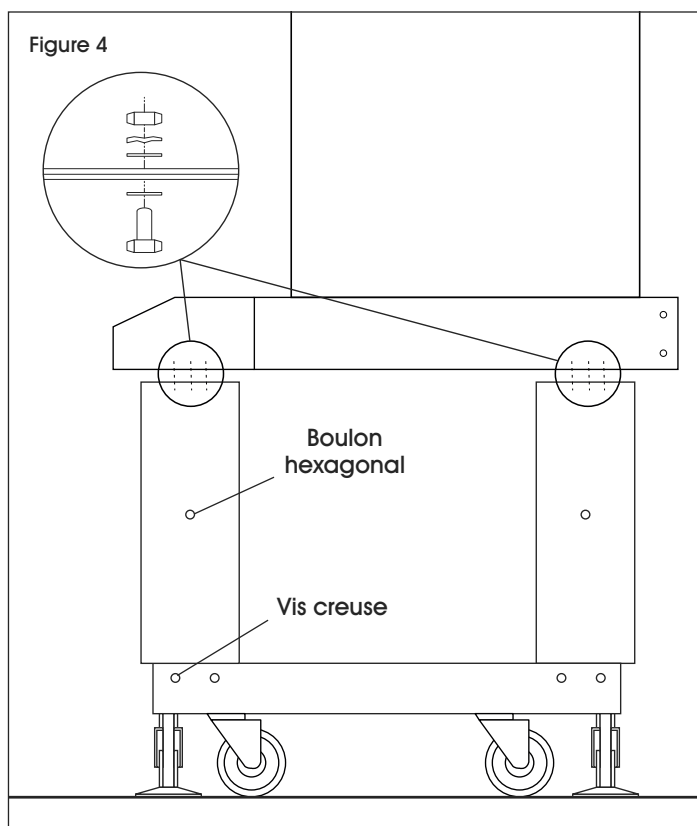

Figure 4
5. Retournez l'ensemble des pieds à l'endroit. Placez le convoyeur sur l'ensemble des pieds. Insérez des boulons hexagonaux à travers le convoyeur et l'ensemble des pieds (deux boulons par coin). Serrez les boulons à l'aide de rondelles plates, de rondelles de blocage et d'écrous. (Voir Figure 4)